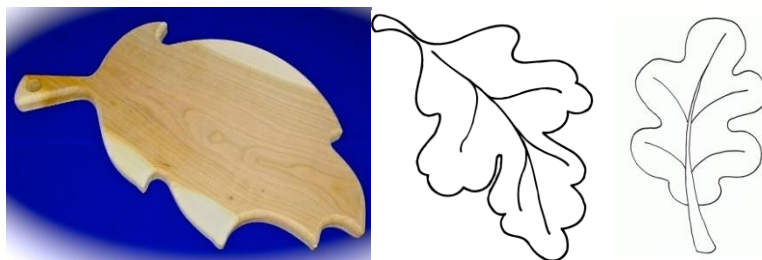

Рис. 1. Образец разделочной доски и рисунки дубовых листков
- 1.С помощью образцов (рис. 1) *разработать эскиз* и изготовить разделочную доску в виде дубового листка. Эскиз оформлять в соответствии с ГОСТ 2.104-2006. Наличие рамки и основной надписи (углового штампа) на чертеже формата А4 необязательно.